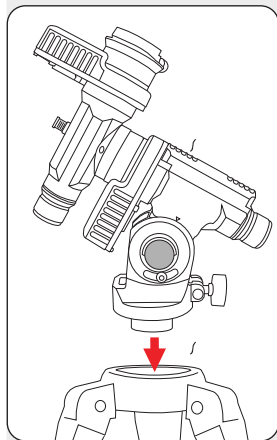

Fig. 9: monteringskop plaatsen
7.1. ONDERDELENOVERZICHT VAN DE MONTERING (FIG. 9)
- (14) Monteringskop met opnamekrans (14 a)
- (15) Dooslibel
- (16) Breedtegraadinstelschroef met breedtegraadschaal (16 a)
- (17) RA-klemming
- (18) Aan/uit-schakelaar
- (19) Aansluitpaneel (details: zie 11.)
- (20) Klemschroef voor de buisrail
- (21) Zwaluwstaartgeleiding voor de buisrail
- (22) Poolzoekeropening met afsluitstop (22 a) (23) DEC-klemming met binnendraad (23 a)
- (24) Contragewichtstang
2. Plaats de monteringskop (14) met de opnamekrans (14 a) in de opnameopening (1 a) van de statiefkop en houd deze met één hand vast (Fig. 9).